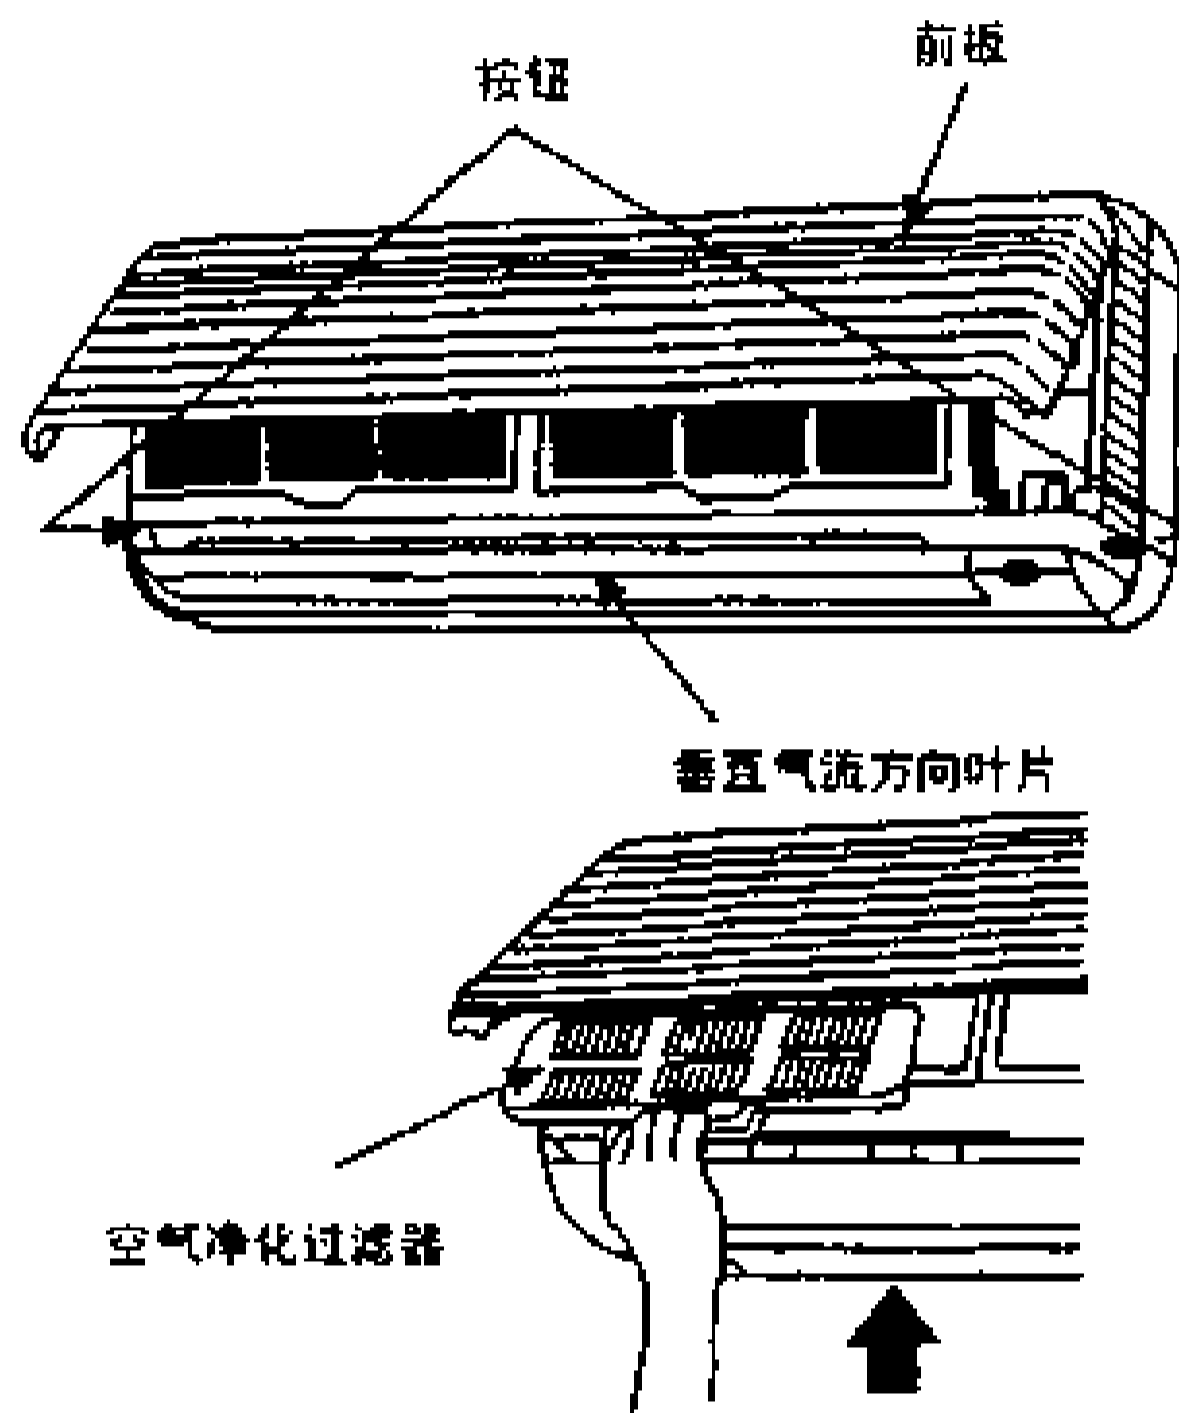

图 8-2-33
如图 8-2-33 所示。
4) 如图 8-2-33 所示，握持空气净化过滤器的调节片插入。